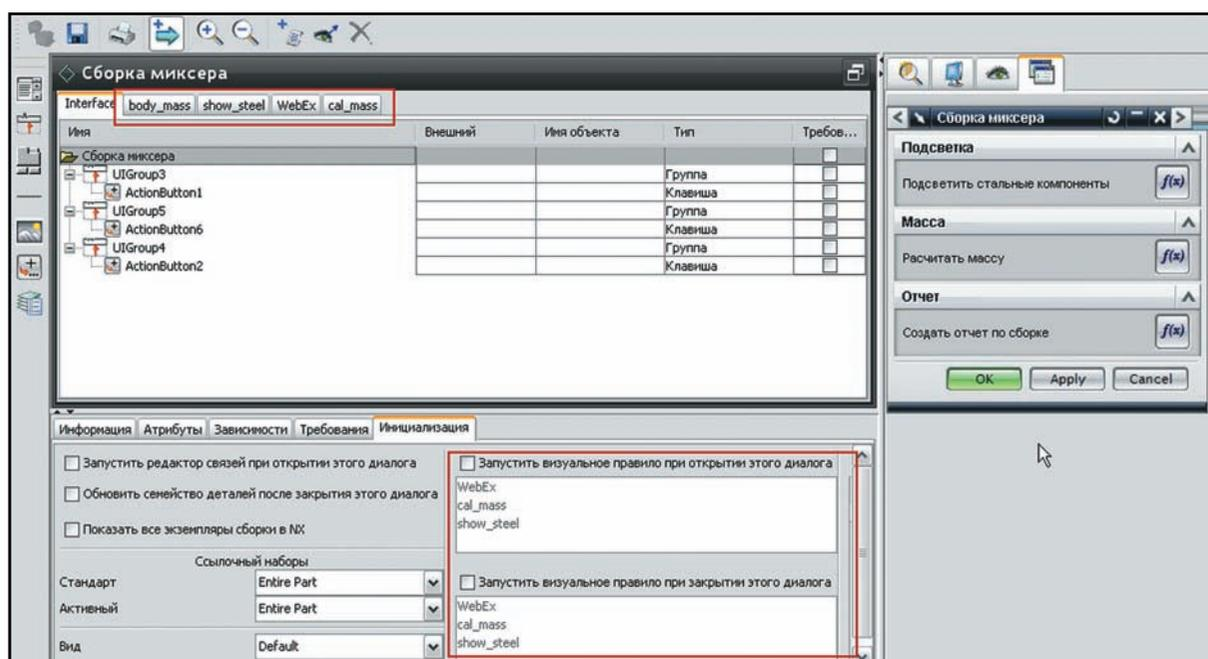

Рисунок 10.58 Шаблон сборки с визуальными правилами
- Двойным щелчком на заголовке окна шаблона сборки миксера переведите его в режим редактирования. В правом верхнем окне переключитесь на вкладку с отображением интерфейса шаблона, выбрав в левом верхнем окне корневой узел структуры шаблона, в нижнем окне выберите вкладку **Инициализация** (рис. 10.58). Шаблон имеет достаточно простой интерфейс, который содержит три функциональные кнопки, вызывающие заданные в шаблоне визуальные правила, которые выполняют определённый алгоритм действий. Визуальные правила, заданные в шаблоне, отображаются на вкладках в верхнем левом окне.